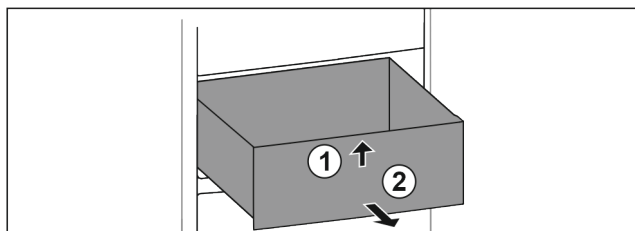

Fig. 95
- Lyft upp utdragslåda framtill. Fig. 95 (1)
- Ta ut utdragslåda genom att dra den framåt. Fig. 95 (2)